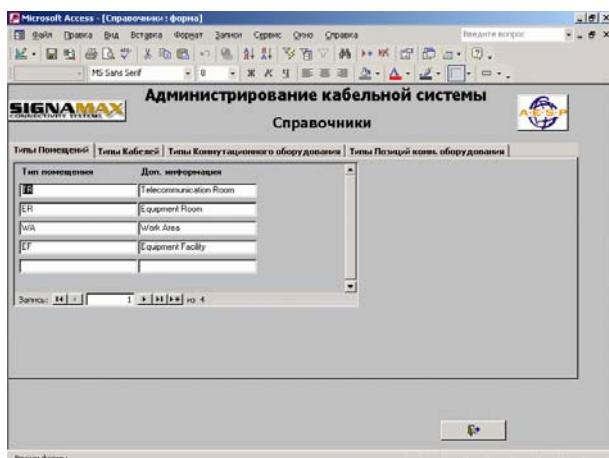

Рис. 2-2. Форма "Справочники".
- Подвести указатель мыши к закладке с названием соответствующего элемента На Рис. 2-2 показана работа со справочником «Типы помещений».